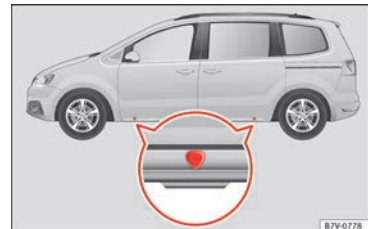
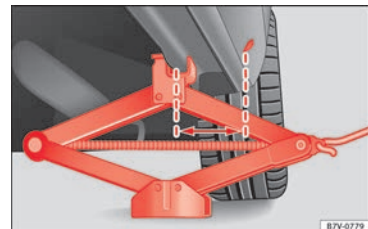

Fig. 70 Løftepunkter til donkraften
Fig. 71 Donkraft sat på bagest i venstre side
»» **Fig. 70.** Markeringen angiver løftepunkternes position **under** bilen. Løftepunkterne er placeret på kanter, der ligger **bag** de forreste kanter »» **Fig. 71.** Du skal altid anvende det løftepunkt, der er tættest på det hjul, der skal skiftes »» **△.**
6. Find løftepunktet til donkraften »» **Fig. 70** under bilen, der er tættest på det hjul, der skal skiftes.
8. Kontroller, om donkraftens fod hviler sikkert med hele sin flade på jorden, og at donkraftens fod er placeret lige under løftepunktet »» **Fig. 71.**
9. Ret donkraften ud, og drej den samtidig så højt op, at dens griber får fat i kanten under bilen »» **Fig. 71.**
- Sæt kun donkraften på de beskrevne steder. Det er vigtigt, at donkraftens griber får sikkert fat i kanten på panelet »» **Fig. 71.**